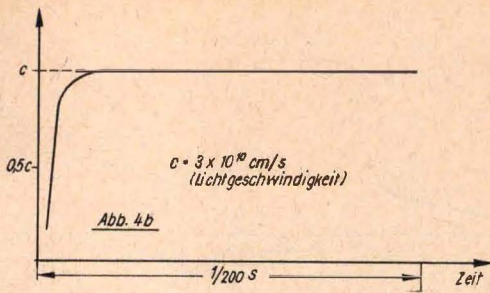

Abb. 4b Elektronengeschwindigkeit im Betatron in Abhängigkeit von der Beschleunigungszeit.
bis zu seinem größten Wert  $E_0$  anwächst, sehr oft die Ringspannung durchlaufen (Abb. 4b). Die Zahl der Umläufe beträgt etwa 1 Million. Dabei wird ein Weg von insgesamt 1500 km zurückgelegt! Die erreichte Energie im Punkt b ist dann nach Gl. (4)